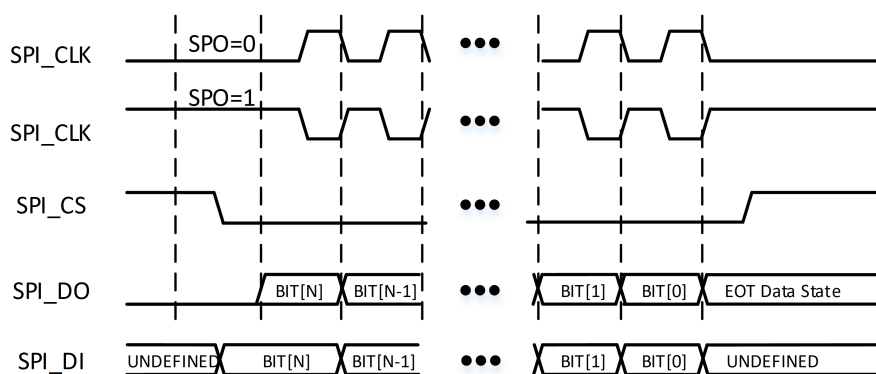
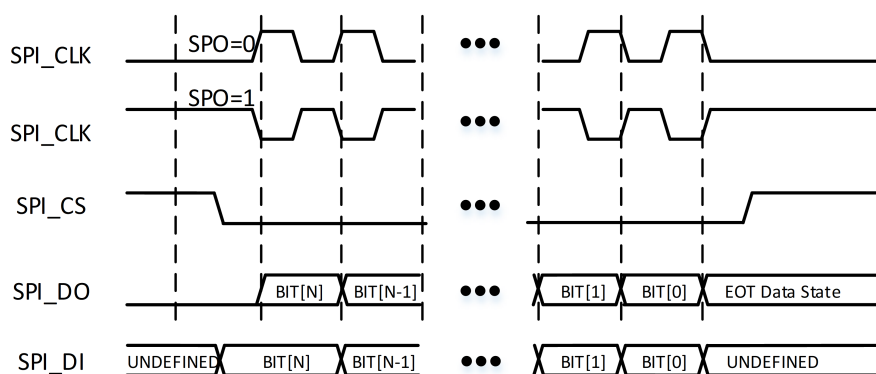

图 7-3: SPH 为 0 时的 SPI 通信
图 7-4: SPH 为 1 时的 SPI 通信
- SPI 格式 SPI 是全双工同步串口通信协议，根据 TOP_CTRL 寄存器中 SPO 和 SPH 的设置分为四种子模式。SPO 设置 SPI 控制器没有使能或是能后处于 IDLE 状态时候的 SPL_CLK 的极性，当 SPO 为 0 时，SPL_CLK 极性是低电压，第一个边沿是上升沿；当 SPO 为 1 时，SPL_CLK 极性是高电压，第一个边沿是下降沿。SPH 设置驱动数据的时钟沿以及采样数据时钟沿的时序，当 SPH 为 0 时 SPI 控制器从 SPL_CLK 的第一个边沿开始采样 SPL_DI 上的数据，从 SPL_CLK 的第二个边沿开始驱动 SPL_DO（SPL_DO 上默认是待发送数据的 MSB）；当 SPH 为 1 时 SPI 控制器从 SPL_CLK 的第一个边沿开始驱动 SPL_DO，从 SPL_CLK 的第二个边沿开始采样 SPL_DI 上的数据。具体通信时序见图 7-3 和图 7-4。
下面结合图7-3以 SPH=0 和 SPO=0 的情况描述 SPI 协议通信过程。当 SPI 控制器没有使能或使能后处于 IDLE 状态时, SPI_DO 处于低电平, SPI_CS 处于高电平, SPI_CLK 处于低电平。SPI_CS 信号拉低开始一次数据传输, 并在该帧数据传输完成以前 SPI_CS 一直维持低电平。半个 SPI_CLK 周期后, 将该次传输数据的 MSB 驱动到 SPI_DO 上, 再过半个 SPI_CLK 周期, SPI_CLK 拉高开始第一个上升沿并采样 SPI_DI。在该次传输所有数据传完之前, SPI_CLK 按设定的频率持续翻转。完成最后一次采样后 SPI_CLK 回归低电平, 再过半个 SPI_CLK 周期, SPI_CS 拉高结束本次传输。